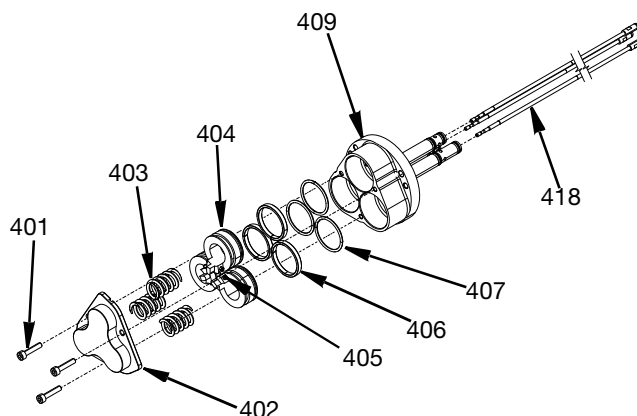

FIG. 16
1. Staccare il coperchio del cilindro (402) rimuovendo tre viti SHCS M4 (401) con una chiave esagonale. Allentare le viti in modo uniforme perché il coperchio è sotto tensione della molla (403) e potrebbe piegarsi quando viene rimosso.
2. Allentare le viti di fermo M3 (405) di tre giri ciascuna ed estrarre gli aghi di chiusura a sfera (418) dal gruppo. Vedere FIG. 16.
3. Estrarre i pistoni (404) dall'alloggiamento del cilindro pneumatico (409). Eliminare gli anelli di guida (406) e gli O-ring (407).